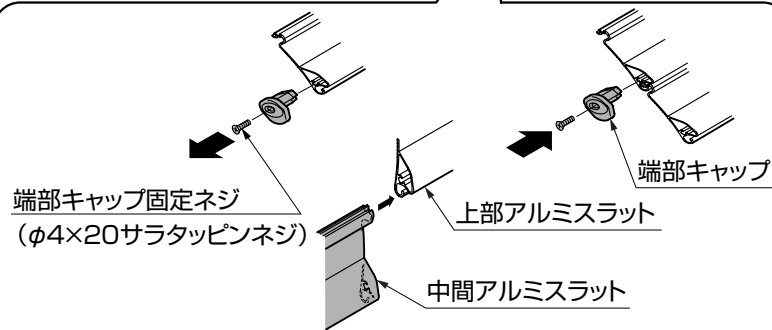

図5-8
- ① 上部アルミスラットの最下段の「端部キャップ固定ネジ」を外して、取外してください。(図5-8参照)
- ② 中間アルミスラットを差込んでください。
- ③ 確実に差込んだ後、①で取外した端部キャップを取付けてください。